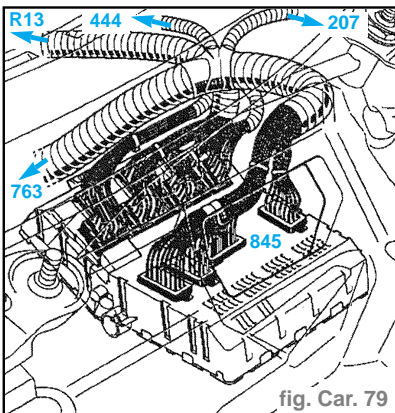

fig. Car. 79
- Débrancher les connecteurs sous le boîtier de fusibles, le connecteur du contacteur de démarreur, puis déposer la colonne de direction. (fig. Car. 79)